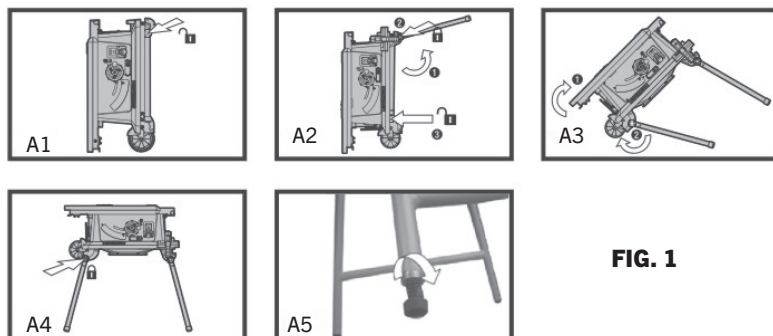

FIG. 1
1. Commencez par placer la scie sur ses roues (A1). Déverrouillez les pattes du haut et faites-les pivoter vers le haut, puis verrouillez-les (A2). Déverrouillez ensuite les pieds du bas (voir Fig. 1).
2. Soulevez la table par l'extrémité (A3) pour permettre au pied inférieur de pivoter. Tournez le pied complètement en position et verrouillez-le (A4) (voir Fig. 1).
3. La scie est munie d'un pied à ressort réglable (Fig. A5). Tournez-le dans le sens des aiguilles d'une montre ou dans le sens inverse des aiguilles d'une montre pour l'ajuster à la longueur désirée (A5) (voir Fig. 1).